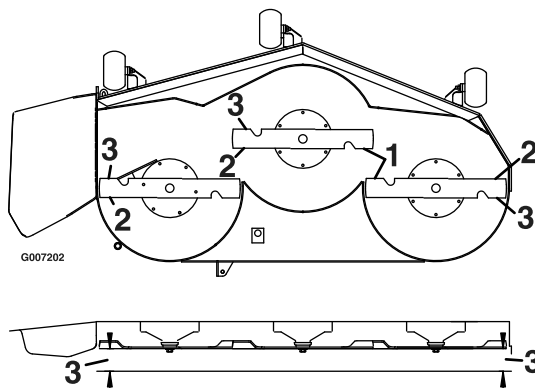

Bild 64
4. Messen Sie den Abstand zwischen den äußeren Schnittkanten und der ebenen Oberfläche (Bild 64). Wenn beide Messwerte nicht innerhalb von 5 mm liegen, ist eine Einstellung erforderlich. Machen Sie mit den Schritten zum Nivellieren weiter.